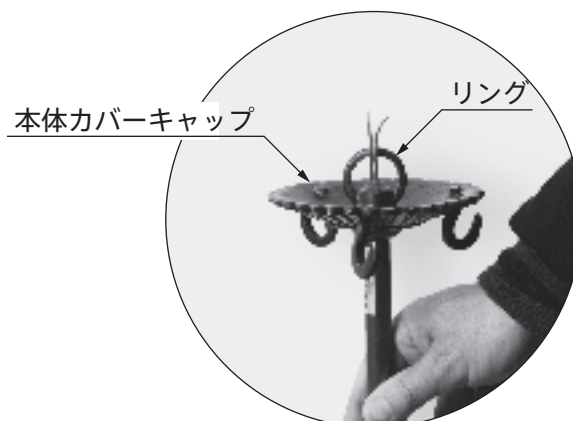

図 3
4. 本体カバーキャップのリングをチェーンの先のスプリングフックに引っ掛けて固定します。（図 3）